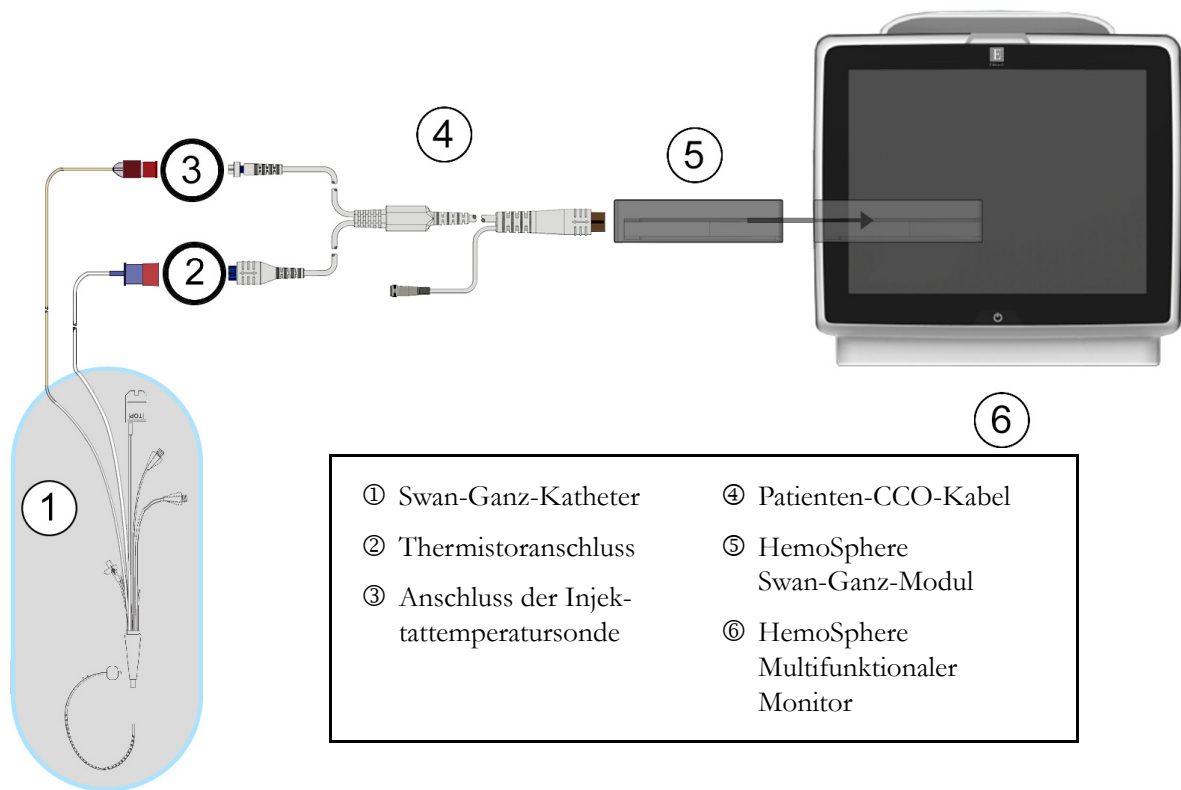

Abbildung 9-4 Übersicht der Anschlüsse für die iCO-Überwachung
- 2 Schließen Sie das Katheterende des Patienten-CCO-Kabels an den Thermistoranschluss des Swan-Ganz iCO-Katheters an (siehe den mit ② gekennzeichneten Anschluss in Abbildung 9-4).
Eine Injektattemperatursonde misst die Temperatur eines Injektats. Die ausgewählte Sonde wird an das Patienten-CCO-Kabel angeschlossen (Abbildung 9-4). Es stehen zwei Sondenarten zur Verfügung:
Schließen Sie die Injektattemperatursonde (leitungsintegrierte Sonde oder Bad-Sonde) an den Anschluss für die Injektattemperatursonde des Patienten-CCO-Kabels an (siehe den mit ③ gekennzeichneten Anschluss in Abbildung 9-4).